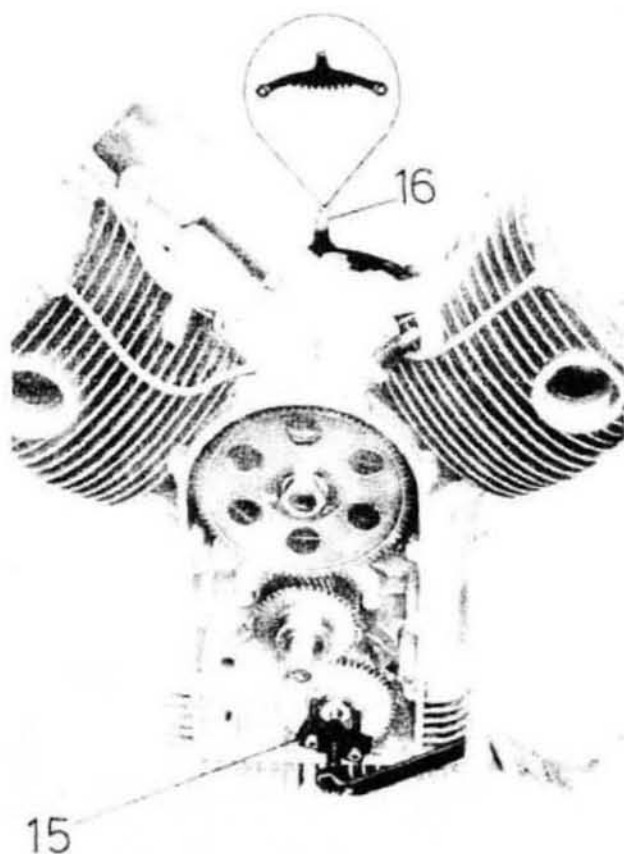

Fig. 12
- l'ingranaggio pompa olio a mezzo attrezzo n. 12911801 (16 di fig. 12) e estrattore per ingranaggio pompa olio n. 32906302 (15 di fig. 12);